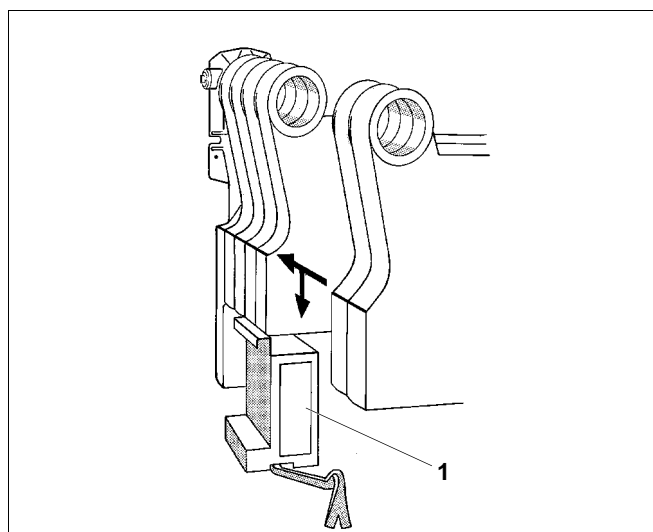
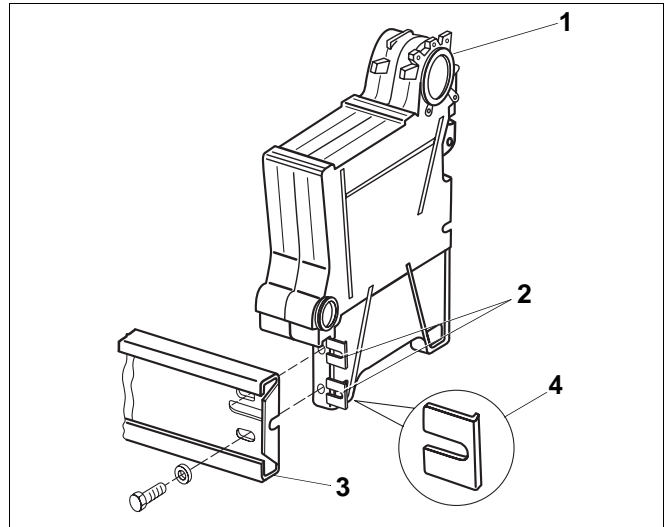

Fig. 5 Gabarit de montage
Fig. 6 Poser la paire d'éléments d'extrémité
Afin de faciliter le montage, vous pouvez utiliser un gabarit de montage (fig. 5). Le gabarit de montage (fig. 5, **pos. 1**) sert à soutenir le bloc et les éléments séparés lors de l'assemblage (livraison en éléments séparés).
Monter le gabarit de montage de telle façon qu'il soutienne sur la moitié de sa surface les éléments qui sont déjà montés (fig. 5, **pos. 1**). A cet effet, le bloc chaudière doit être soulevé légèrement.
La prochaine paire d'éléments (fig. 5) peut être montée sur le gabarit de montage et assemblée avec le reste.
- Implanter la paire d'éléments d'extrémité (fig. 6, **pos. 1**) à l'emplacement prévu. Monter le gabarit de montage (voir fig. 5) pour éviter qu'ils ne tombent.
- Basculer la paire d'éléments d'extrémité (fig. 6, **pos. 1**) légèrement et placer les rails (fig. 6, **pos. 3**) à l'emplacement prévu.
- Placer les deux patins de pied des éléments (fig. 6, **pos. 2**) à la position prévue.
- Fixer les rails avec deux vis hexagonales M8 x 30 et des écrous (fig. 6, **pos. 3**) à l'élément d'extrémité.